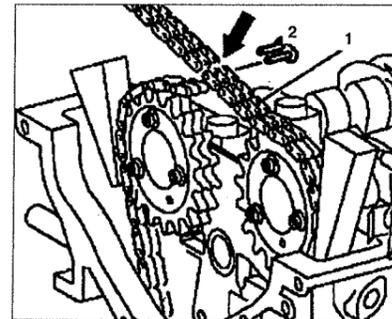

Рис. 2.16. Присоедините к старой цепи **1 новую **2**, используя соединитель.**
5. Присоедините к старой цепи **1** новую **2**, используя соединитель (см.рис.2.16).